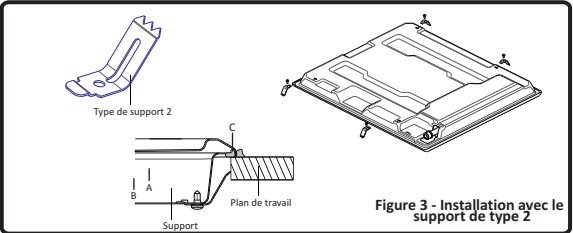

Figure 3 - Installation avec le support de type 2
Fixez les supports (A) grâce aux vis (B) sur le couvercle inférieur de l'appareil comme indiqué à la figure 3. Insérez l'appareil dans l'emplacement et exercez une certaine pression sur la table de cuisson, assurez-vous que l'appareil est bien positionné.